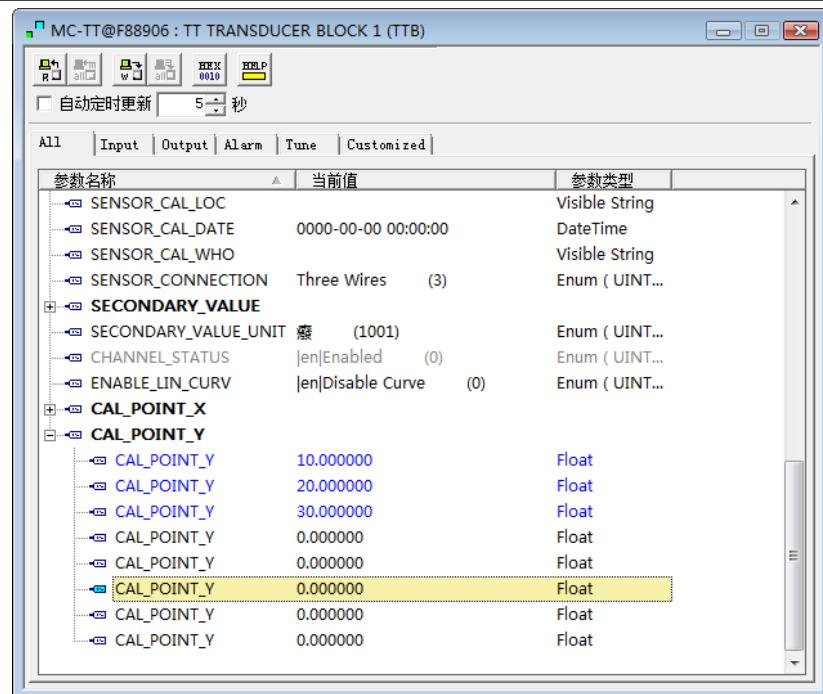

图 5.4 CAL\_POINT\_Y 的配置
- 1) 智能温度变送器提供 8 个校正点输入，即变换块的参数 CAL\_POINT\_Y 数组，用户可以依次将要校准的输出值写入数组并选择好单位。例如，在进行三点插值校准时，用户可选择 10, 20, 30 作为校准点，将这三个值依次写在 CAL\_POINT\_Y 数组里，如图 5.4 所示。